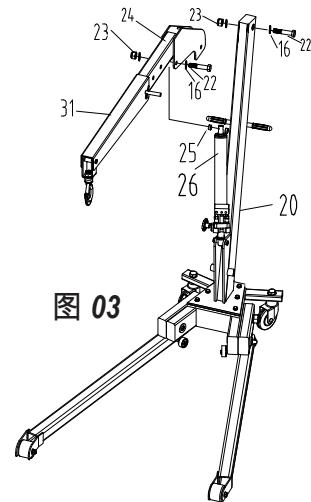

图 03
- 见图 03：使用自紧螺母 #23 和螺栓 #22，连接泵 #26。